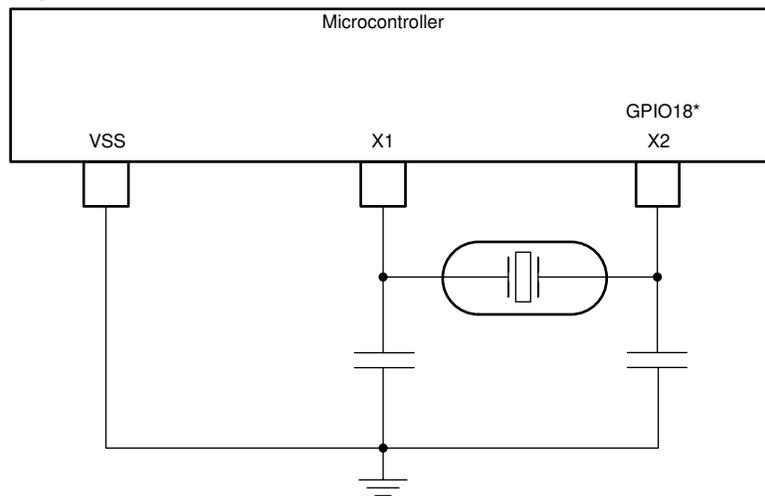

図 6-18. 外部水晶振動子
- 外部水晶振動子。図 6-18 に示すように、X1 と X2 の間に水晶振動子を接続して、さらに負荷コンデンサを VSS に接続する必要があります。